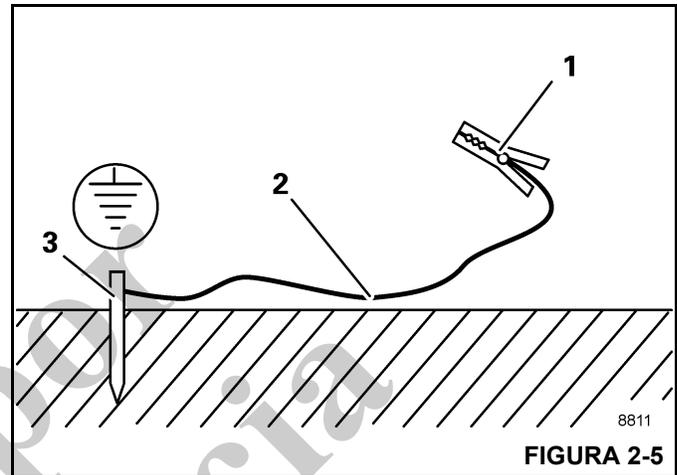

FIGURA 2-5
1. Entierre una varilla de metal (3, Figura 2-5) (de aproximadamente 2.0 m (6.6 pies) de largo) al menos 1.5 m (5 pies) en el suelo.
2. Humedezca la tierra alrededor de la varilla de metal (3) para obtener una mejor conductividad.
3. Sujete con abrazadera un cable aislado (2) a la varilla metálica (3), sección transversal de por lo menos 16 mm2 (0.025 pulg2).
4. Conecte el extremo libre del cable con una abrazadera (1) a un lugar del marco que sea buen conductor eléctrico.